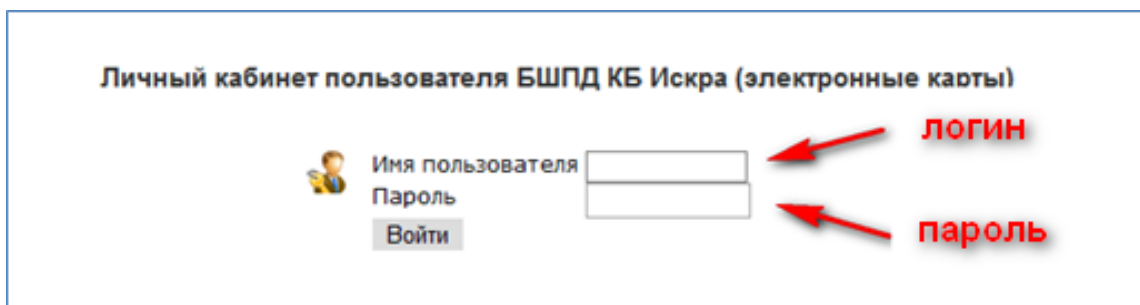

Рисунок 55. Доступ в личный кабинет
3. Для доступа в личный кабинет (рисунок 55) используйте учетные данные, указанные на титульном листе инструкции.